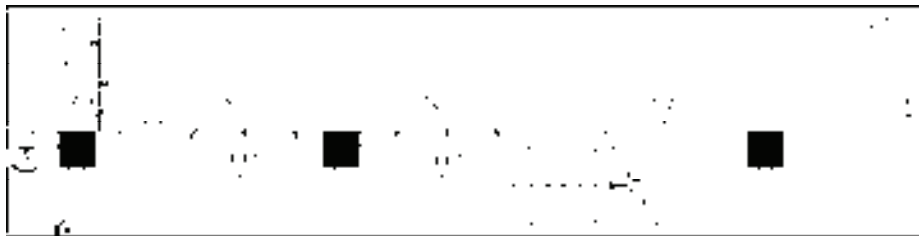

图 15-49 绘制扶手
3) 绘制扶手。调用“多段线”命令、“偏移”命令，绘制并偏移多段线，如图 15-49 所示。